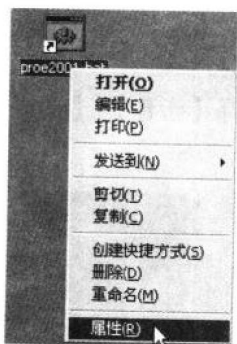

图 1-24 选择【属性】命令
- (27) 在桌面建立了软件的快捷图标后，在快捷图标上右击鼠标，在弹出的快捷菜单中选择【属性】命令，如图 1-24 所示。